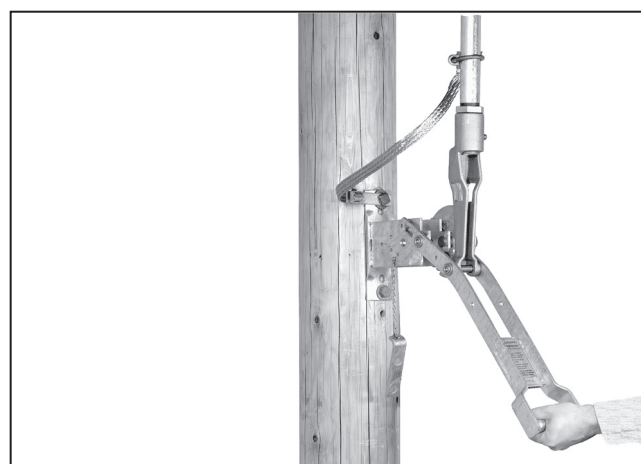

Figura 46. Girar rápidamente la palanca de operación.
- (b) Gire la palanca *rápidamente* a la posición **Open (Abierto)** completamente o **Closed (Cerrado)** completamente. Ver Figura 46.